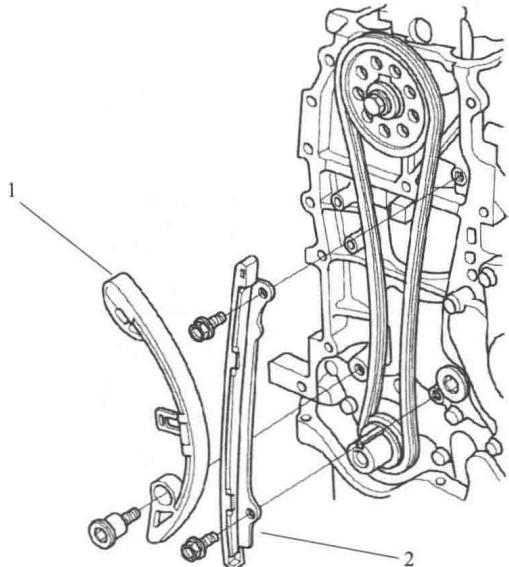

图 1-1-9
(17) 拆下凸轮链条张紧器 1 和凸轮链条导板 2，如图 1-1-9 所示。
(18) 拆下凸轮正时链条。